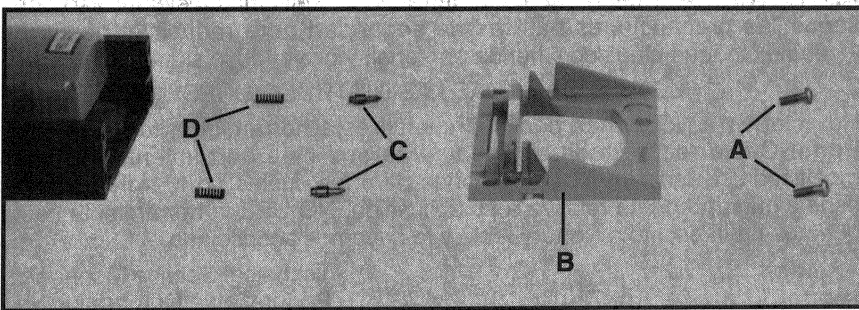

Fig. 2
TOME NOTA: Al quitar los dos tornillos, el protector quedará libre de la máquina. Esto soltará las dos clavijas de estabilidad (C) Fig. 2 y los dos resortes tensores (D) Fig. 2. Tenga mucho cuidado de no perder estas partes pequeñas. Guarde el protector de hoja viejo, los dos tornillos y la guía auxiliar vieja para usarlos en el futuro.